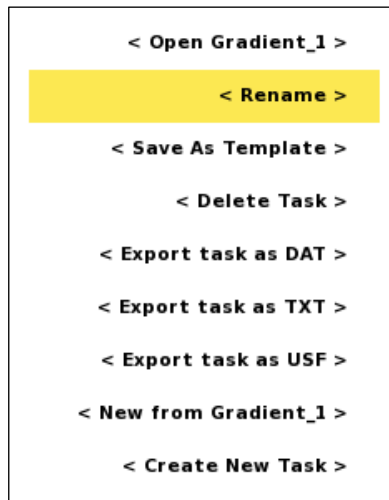

Figura 24 Menú de opciones de tarea
- Mueva el resaltado a <Cambiar nombre> (Figura 24)